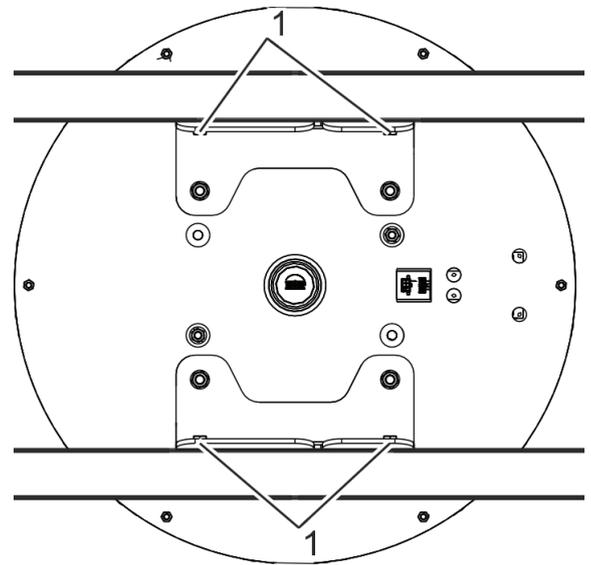

Рис. 83 Привод
11. Отвернуть крепежные винты (рис. 83/1) для привода на небольшое расстояние и опустить привод на фланец верхней крестовины.
12. Затянуть крепежные винты (рис. 83/1) привода.